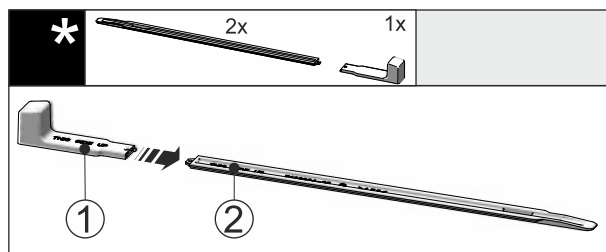

Fig. 42
- Postavite montažnu ručku Fig. 42 (1) na šinu za Fig. 42 (2) niveliranje.